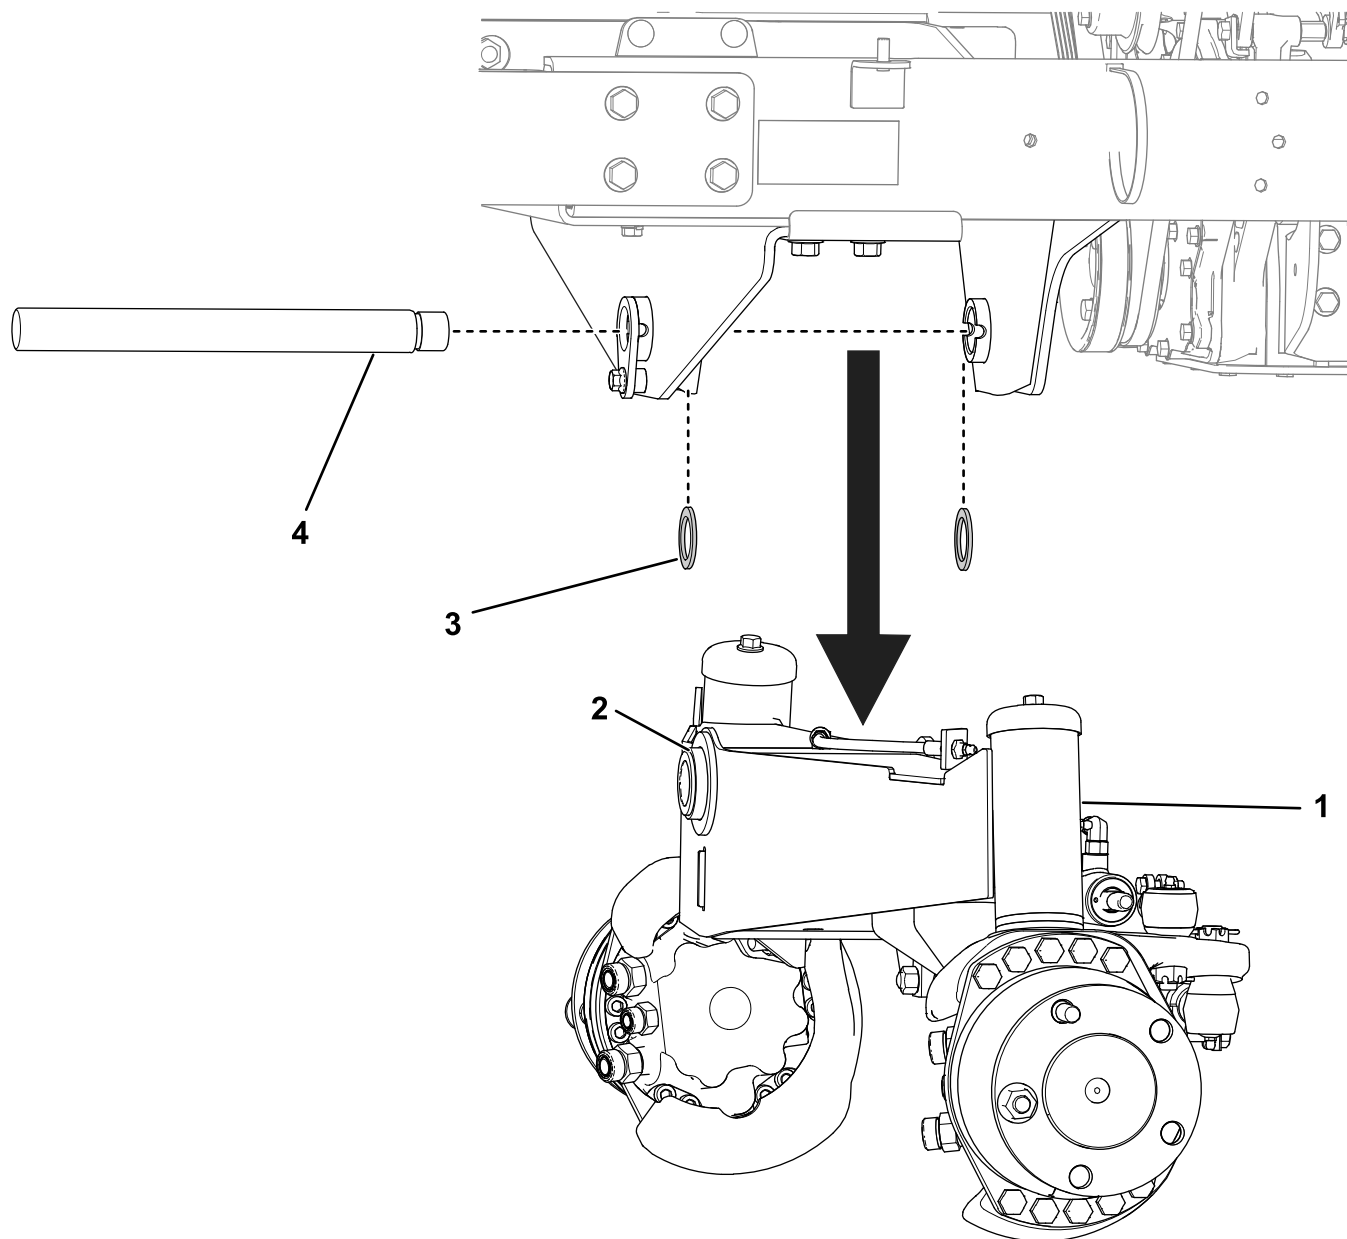

Рисунок 7
3. Вытяните поворотный шкворень из рамы и заднего моста. Осторожно опустите весь задний мост в сборе и снимите его из-под машины. Найдите и извлеките 2 упорные шайбы из пространства между рамой машины и задним мостом (Рисунок 7).